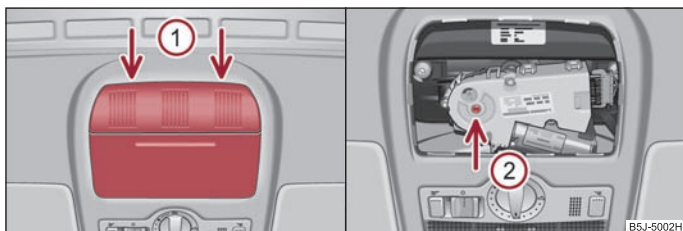

Fig. 35 Découpage dans le revêtement de pavillon: Points d'introduction du tournevis / Ouverture pour insérer la clé
- Mettez prudemment le côté plat d'un tournevis à l'arrière du cache du moteur électrique, au niveau des flèches ① ⇒ fig. 35 à gauche.
- Insérez une clé mâle coudée pour vis à six pans creux, Gr. 4, jusqu'à la butée dans l'ouverture au niveau de la flèche ② puis fermer et ouvrir le toit ouvrant/relevable ⇒ fig. 35 à droite.